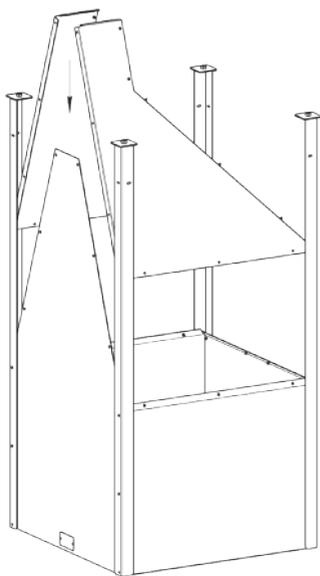
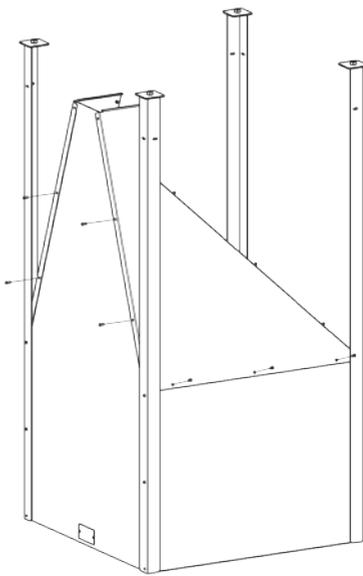

Рис. 8
Рис. 9
7. Собранный элемент установите на собранную часть бункера как показано на (Рис. 8), и закрепите винтами (Рис. 9).